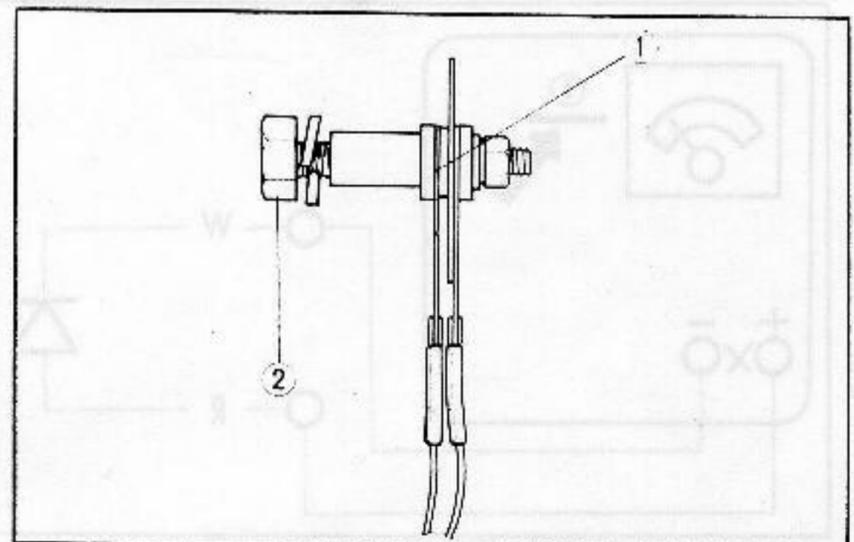
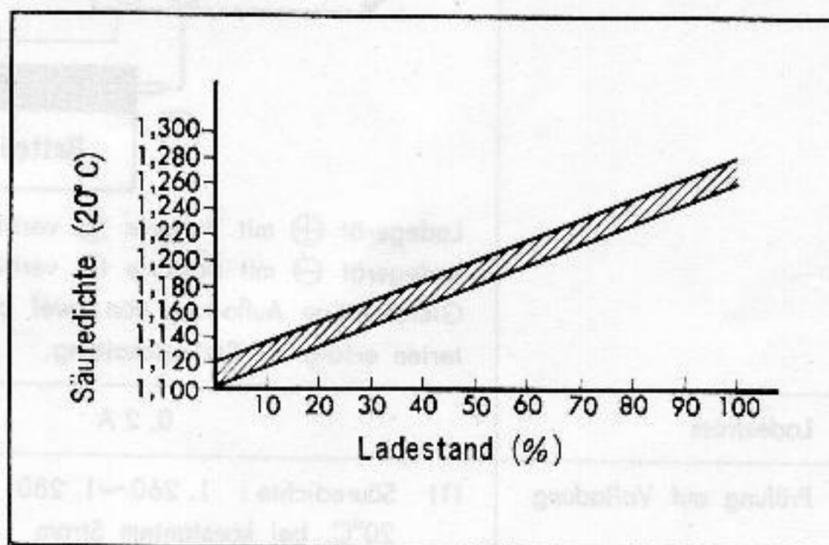

Abb. 5.23 Selengleichrichter einbauen
Abb. 5.28 Verhältnis des Ladestands zur Säuredichte
- (2) Die Gleichrichtergegenmutter darf nicht gelöst und die Platten dürfen nicht gedreht werden. (Abb. 5.23)
Das Verhältnis von Ladestand zur Säuredichte zur Säuredichte in **Abb. 5.28** gezeigt. Beträgt die Säuredichte 1.189 bei 20°C (das bedeutet weniger als 50% Vollladung), dann ist die Batteriereserve sehr gering, und eine weitere Benutzung der Batterie in diesem Zustand führt zu vorzeitiger Abnutzung. Die Batterie muß daher nachgeladen werden. (**Abb. 5.23**)